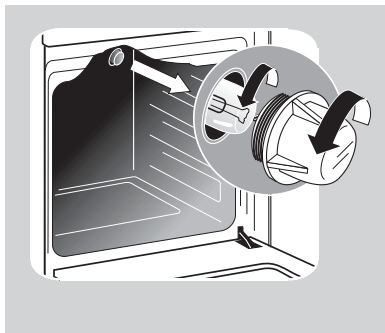

Рис.18
- Отверните стеклянный плафон (рис. 18).